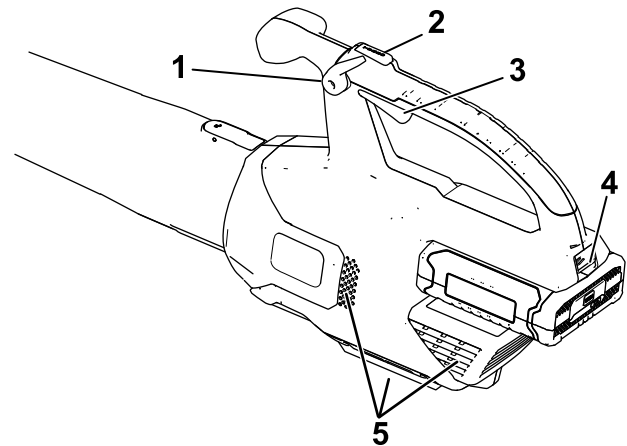

Figura 4
2. Per avviare il soffiatore, premete la levetta della velocità variabile (Figura 4).
Nota: Innestate il blocco della velocità per tenere la macchina accesa senza premere la levetta della velocità variabile (Figura 4).
Per accelerare la velocità del soffiatore, tenete premuto il pulsante turbo boost per il tempo desiderato (Figura 4).
Per regolare la velocità dell'aria mentre il soffiatore è in funzione, utilizzate la levetta della velocità variabile (Figura 4).
Per mantenere la velocità dell'aria impostata, innestate il blocco della velocità (Figura 4).
Per arrestare il soffiatore, disinnestate il blocco della velocità (se in uso) e lasciate andare la levetta della velocità variabile (Figura 4).